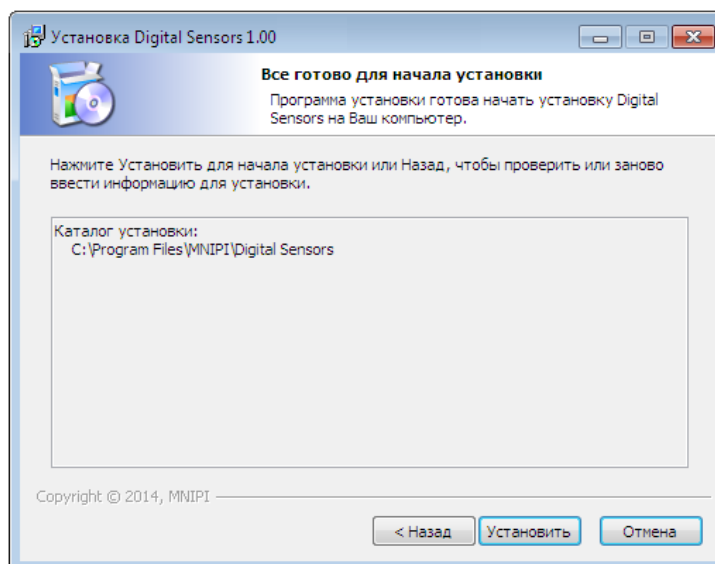

Рисунок 2.3
2.3.3.4 В окне (рисунок 2.3) нажмите кнопку **"Установить"**.